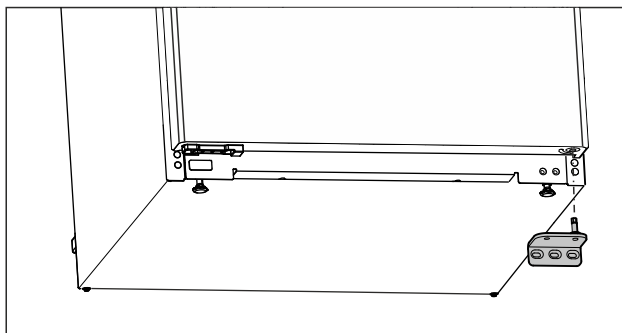

Fig. 14
- Свалете лагерната стойка надолу. (виж Fig. 14)